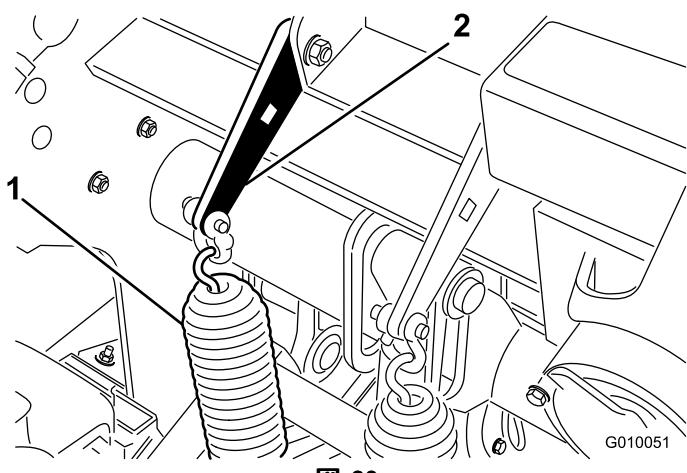

図 36
1. スプリングブラケットをコアリングヘッドに固定しているキャリッジボルトのナットをゆるめる（図 36）。ナットは外さないこと。